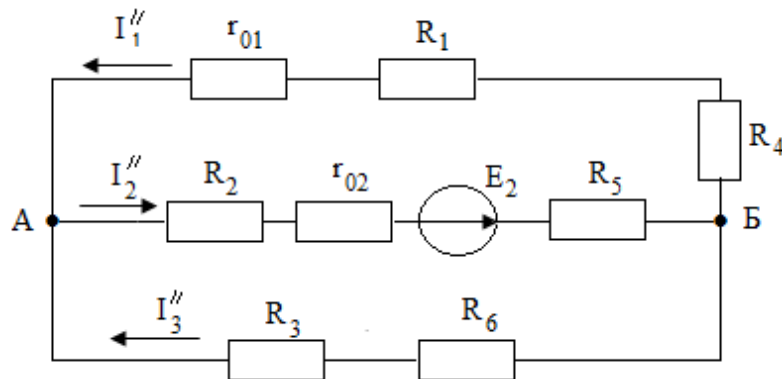

Рисунок 6.3
2. Определим частичные токи, создаваемые в ветвях источником E_2 , удалив из цепи источник E_1 . Внутреннее сопротивление источника оставим (рис. 6.3.).
2.1 Определим эквивалентное сопротивление для цепи рисунок 6.3.